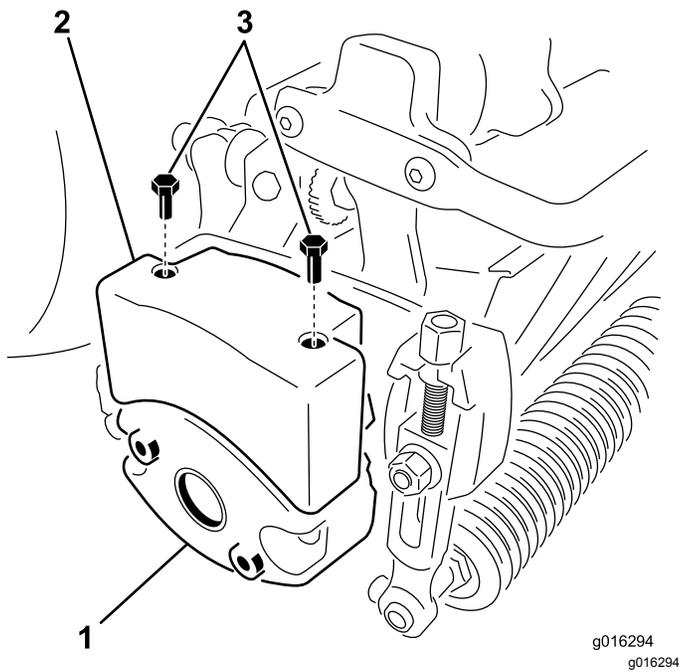

Figura 10
4. Rimuovete i due bulloni che fissano lateralmente la zavorra all'elemento di taglio (**Figura 10**).
6. Montate una zavorra superiore sulla zavorra dell'apparato di taglio con 2 viti a testa esagonale (Figura 10).